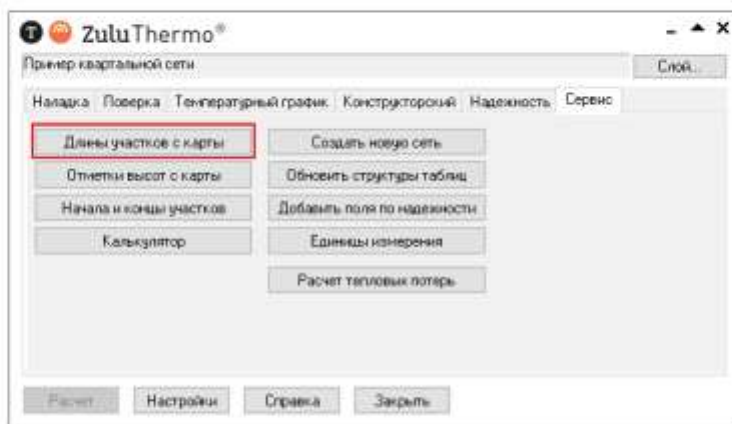

Рисунок 19.2. Вкладка Сервис
3. Перейдите на вкладку **Сервис**. Появится окно, показанное на Рисунок 19.2. «Вкладка Сервис».